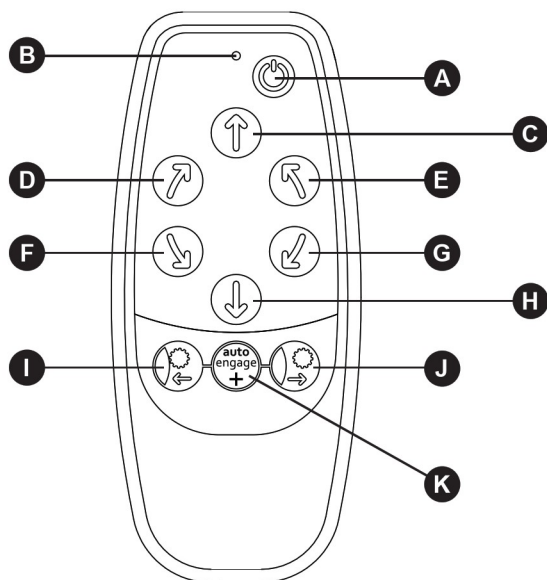

Fig. 14
La télécommande (1) est alimentée par deux piles 'AAA' 1,5V, pour les installer, faites glisser le boîtier arrière de la télécommande comme indiqué sur la Fig.14. Assurez-vous que seules des piles étanches sont utilisées. Vérifiez auprès des autorités locales la façon dont vous pouvez vous débarrasser des piles usagées. Retirez les piles du combiné pendant les longues périodes d'inactivité